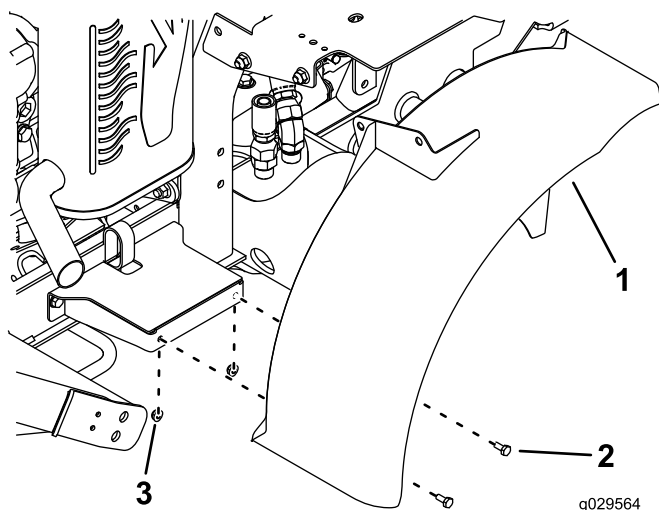

Figure 7
11. Fixez le côté de l'aile droite sur le support en serrant légèrement les 2 boulons (1/4 x 5/8 po) et écrous (1/4 po), comme montré à la Figure 7.
12. Fixez le support situé au sommet de l'aile droite sur le support du réservoir de carburant en serrant légèrement les 2 boulons (3/8 x 3/4 po) et les 2 écrous à embase (3/8 po), comme montré à la Figure 7.